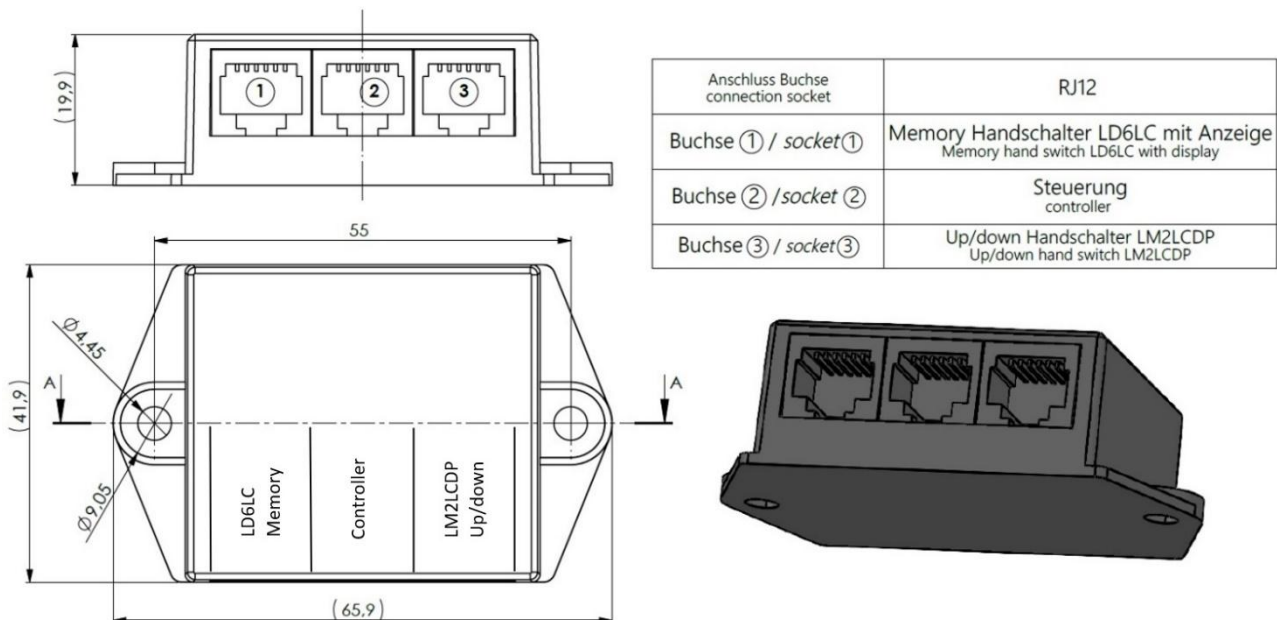

Abbildung 27: Splitter Adapter
- ➔ Für die parallele Bedienung einer Steuerung mit den beiden Handschalter muss ein Kabel RJ12 an die elektrische Steuerung angeschlossen werden (Abbildung 19 Anschluss Nr.5). Anschließend muss dieses Kabel RJ 12 der Steuerungen noch an den mittleren Kontakt des Splitter Adapters angeschlossen werden (Abbildung 27; Anschluss Nr. 2).
- ➔ Verbinden Sie den Stecker des Memory Handschalters LD6LC mit dem Splitter Adapter (Abbildung 27; Anschluss Nr. 1)
- ➔ Verbinden Sie den Stecker des Up/down Handschalters LM2LCDP mit dem Splitter Adapter (Abbildung 27; Anschluss Nr. 3)